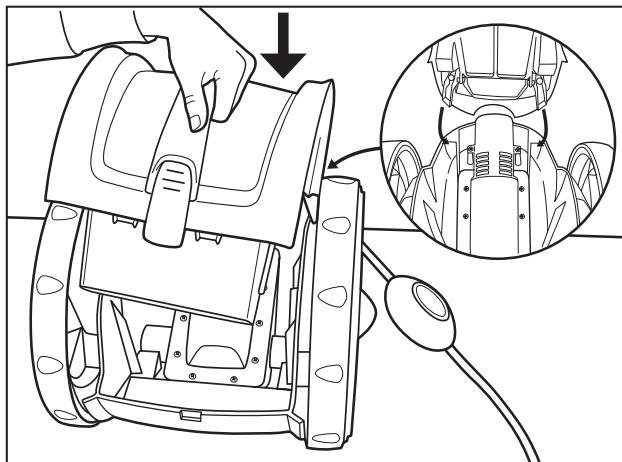

**Figura 12.** Enganche a los ganchos el cartucho del filtro en la cubierta superior
1. Posicione los ganchos de la caja del filtro en los pinos receptores de la cubierta superior, como se muestra en la Figura 12.